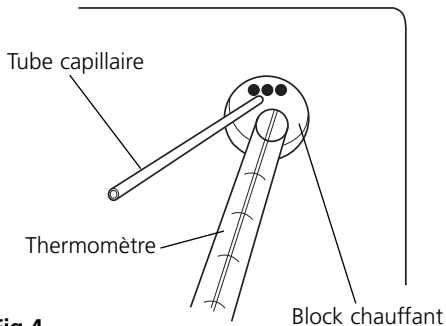

Fig 4
3. Insérer le capillaire dans le côté du bloc chauffant dans les trous prévus (voir Fig. 4). 3 capillaire maximum peuvent être insérés en une seule fois.